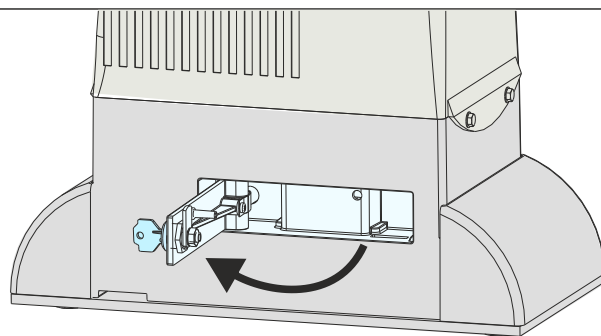

Fig. 35
- Tirar la palanca de desbloqueo hasta el golpe, 90° alrededor (Fig. 35)